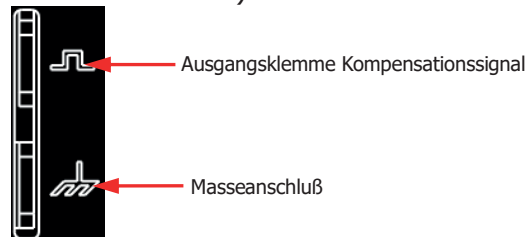

Bild 1-8 Verwendung des Kompensationssignals
2. Die Masse-Krokodilklemme des Tastkopfes mit dem Masseanschluß verbinden (siehe Bild 1-8 unten).
3. Die Tastkopfspitze von Kanal 1 (CH1) mit der Ausgangsklemme des Kompensationssignals verbinden (siehe Bild 1-8 unten).